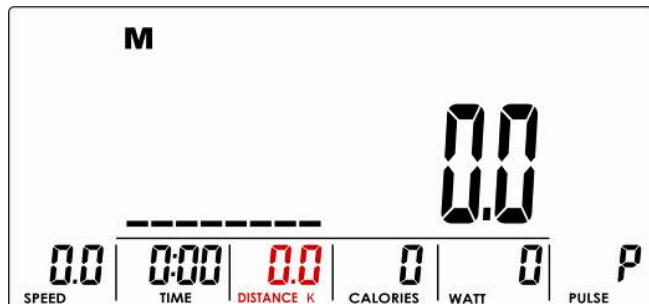

Abb. 6
- b. DISTANCE (Distanz, Abb. 6)